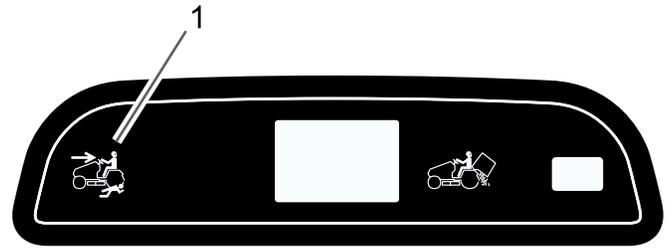

**Figure 13**
S'il est nécessaire d'utiliser la commande des lames (PDF) en marche arrière, désactivez ce dispositif de sécurité à l'aide du commutateur KeyChoice situé près du support du siège (Figure 13).
2. Introduisez la clé KeyChoice dans le commutateur (Figure 13).